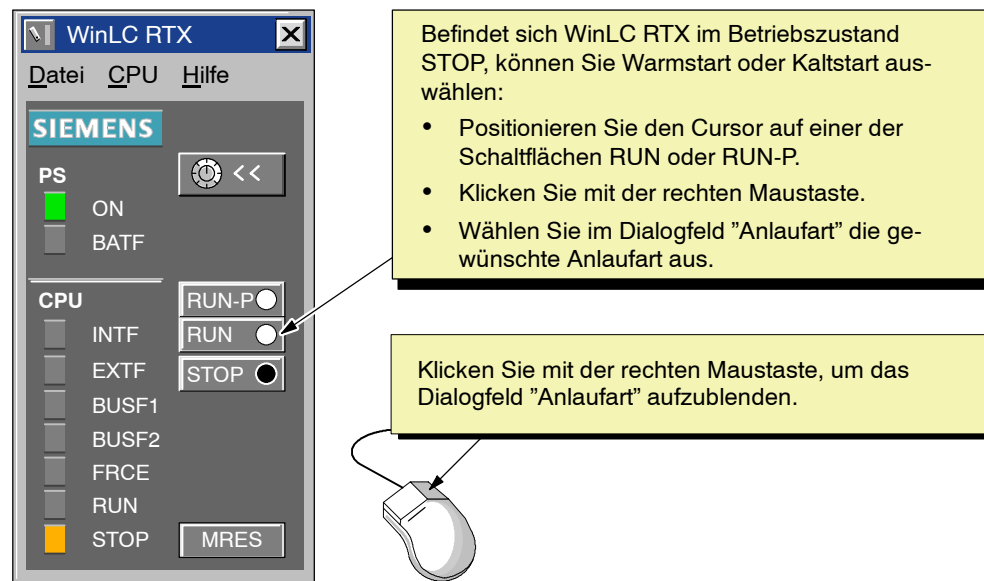

Bild 4-9 Auswählen der Anlaufart über die rechte Maustaste
- Klicken Sie auf eine der Schaltflächen "RUN" oder "RUN-P", um das Dialogfeld "Anlaufart" aufzurufen, in dem Sie Warm- oder Kaltstart auswählen können (siehe Bild 4-9).